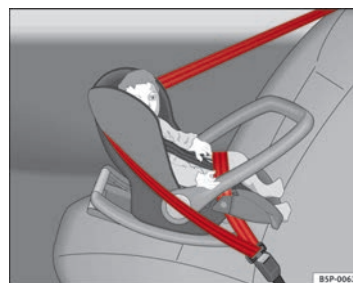

**Fig. 23** Asiento para niños del grupo 0 en el asiento trasero, colocado en el sentido contrario a la dirección de la marcha.
**Grupo 0:** Para bebés de hasta aprox. 9 meses y 10 kg de peso lo más adecuado son los asientos que aparecen en la ilustración → fig. 23.
**Grupo 0+:** Para bebés de hasta aprox. 18 meses y 13 kg de peso lo más adecuado son los asientos que aparecen en la ilustración → fig. 23.